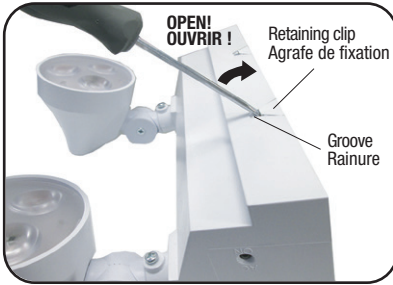

FIG. 1
2. Remove the back plate of the housing. Gently lift the two retaining clips by using a small flat screwdriver (insert the screwdriver into the grooves of the clips and slowly straighten it in opposite direction from the light heds until the back plate disengage from the fixture housing as shown in Fig. 1). **WARNING: Do not apply a strong pressure or twist the screwdriver inside the housing grooves because that can result the breaking of the retaining plastic clips and void the product warranty.**
2. Enlever la plaque arrière du boîtier (Fig. 1). Lever doucement les deux agrafes de fixation à l'aide d'un petit tournevis plat (introduire le tournevis dans les rainures des agrafes de fixation et redresser-le lentement dans la direction opposée des lampes jusqu'à ce que la plaque arrière se dégage du boîtier de l'appareil comme montré sur la Fig. 1). **AVERTISSEMENT: N'exercez pas une pression trop forte et ne tourner pas le tournevis à l'intérieur des rainures du boîtier car cela pourrait briser les agrafes de fixation en plastique et annuler la garantie du produit.**